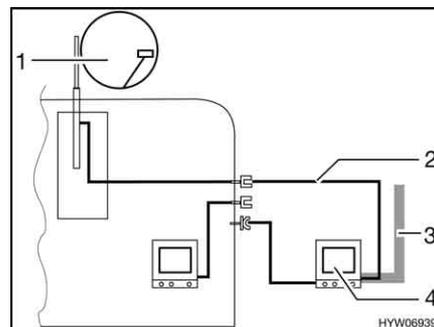

Fig. 156 TV en el área bajo el toldo
- TV en el área bajo el toldo (Fig. 156,4): Conexión a la antena del techo (Fig. 156,1) con el cable de conexión (Fig. 156,2)
- TV en el área bajo el toldo (Fig. 156,4): Conexión a antena externa (Fig. 156,3)